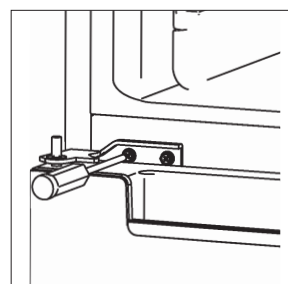

Fig. 14
- ▶ Atornille la bisagra inferior (8) con los dos tornillos de sujeción.
- ▶ Atornille las patas del aparato (9).
- ▶ Vuelva a colocar el aparato en posición vertical. A continuación, nivele su posición horizontal enroscando o desenroscando las patas del aparato (9).
- ▶ Encaje ahora la puerta del congelador (7) en la bisagra inferior (8) situando el hueco de la parte inferior de la puerta del congelador (7) sobre la espiga.
- ▶ Mantenga cerrada la puerta del congelador (7).
- ▶ Mueva la bisagra central (6) al lado izquierdo.
- ▶ Coloque dos arandelas en la espiga de la bisagra central y la espiga, en la puerta del congelador (7).
- ▶ Fije la bisagra central (6) con los dos tornillos y un destornillador de estrella (fig. 14).